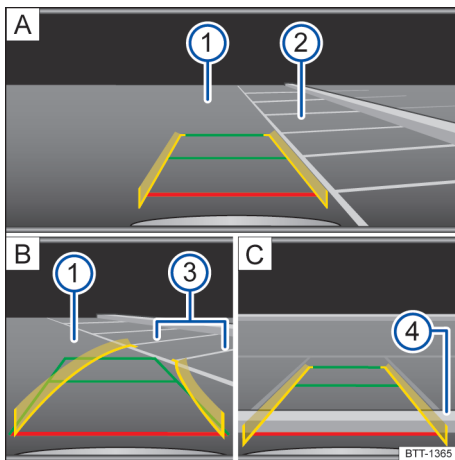

Fig. 153 Exibição do tela do sistema Infotainment: estacionar com a câmera de marcha à ré, modo 1.
Legenda para Fig. 153:
- Posicionar o veículo na frente da vaga de estacionamento → Fig. 153 (2) (A).
- Dirigir de modo que as linhas amarelas (3) conduzam à vaga de estacionamento (B). As linhas verdes e amarelas devem coincidir com as linhas de limitação laterais (3).
- Quando a linha vermelha atingir a limitação traseira (4) (C), parar.